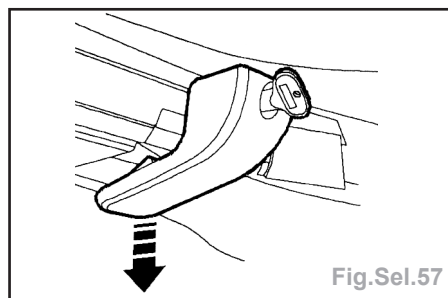

Fig.Sel.57
- Desserrer les boulons de bride de traverse AV et dégager les brides (flèche) de traverse (Fig.Sel.57).